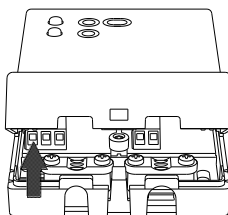

Abb. 3
- Die Abdeckung nach oben heben und entfernen (Abb. 3).
- Legen Sie das Kabel auf dem Sockel und klappen Sie die Abdeckung in Richtung Unterteil; drücken Sie so lange nach unten, bis die Sperrkstoffklappe in das Loch an der Unterseite der Abdeckung springt (Abb. 3).